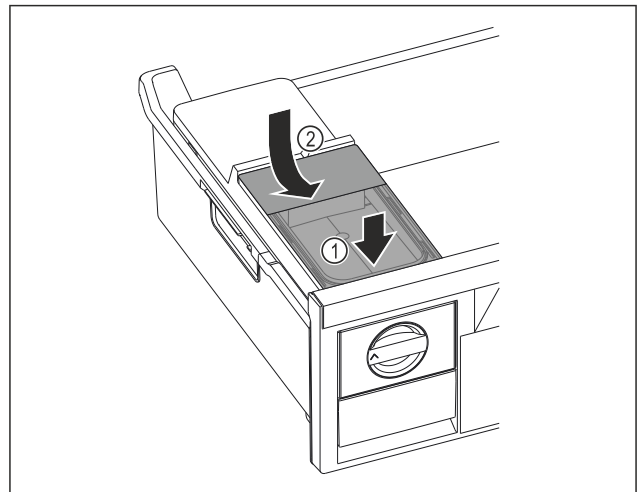

Fig. 77
- ▶ Поставете резервоара за вода отпред. Fig. 77 (1)
- ▶ Спуснете резервоара за вода отзад. Fig. 77 (2)